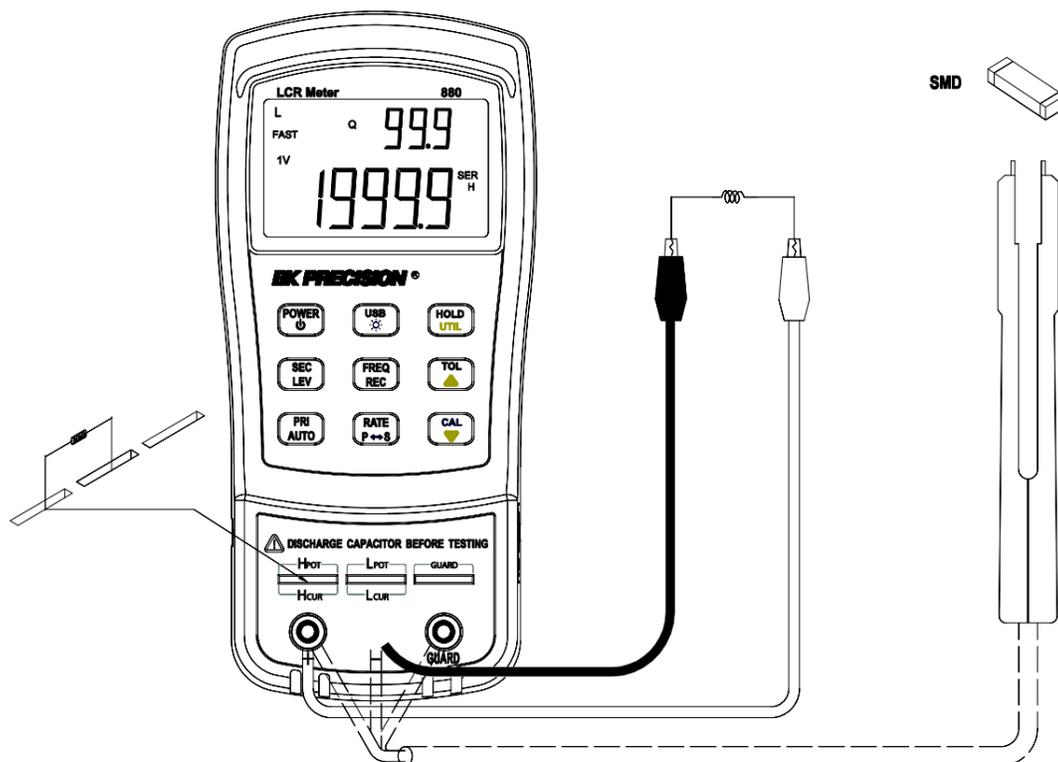

图 11 -电感测量设置
3. 将电感器插入输入插座或将鳄鱼引线连接到香蕉插孔输入端子，并将夹子连接到零件引线，如图 11 所示。